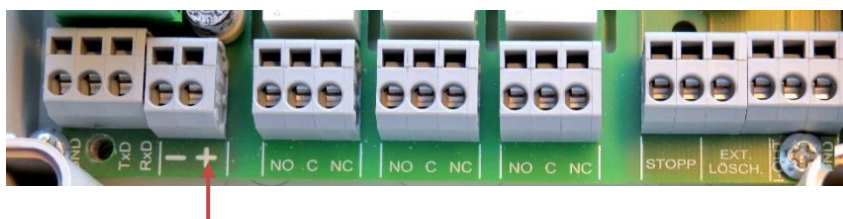

Figure 15
- 6e Serrez l'écrou-raccord du passage de câble (1) et établissez ainsi la décharge de traction.
- 7e Raccordez la tension d'alimentation de 24V DC aux bornes + et - (1) (voir Figure 15).